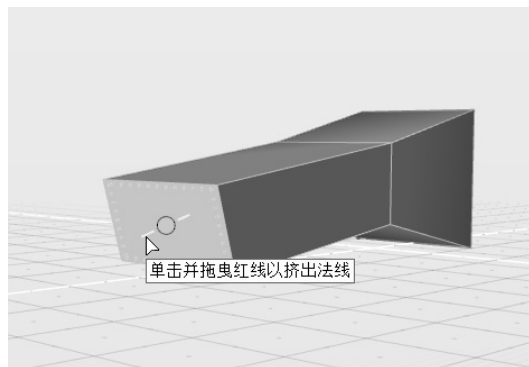

图 6-20 沿面法线方向挤出
6) 如果按住圆形标识周围的两个红色短线进行拖曳, 则将沿选中面的法线方向挤出面, 如图 6-20 所示。